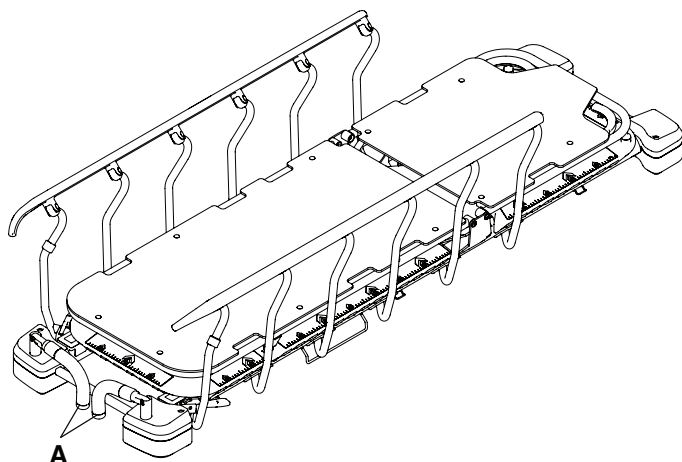

Figure 9 – Rangement des poignées de poussée du côté pieds
4. Inverser les étapes pour ranger les poignées de poussée du côté pieds (A) (Figure 9).